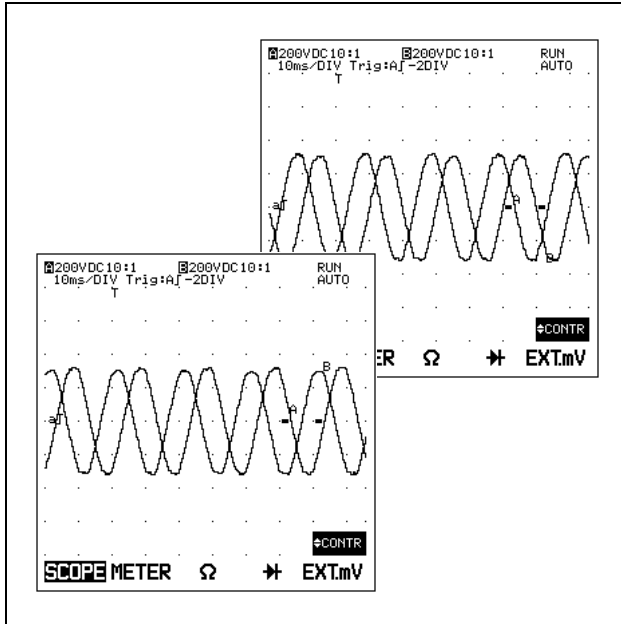

Abbildung 7-10 Phasenmessung
- ①  +  Führen Sie eine Rückstellung durch; der Skalierungsfaktor des Tastkopfs beträgt 10:1.
- ②  Stellen Sie das ScopeMeter auf den Oszilloskop-Betrieb ein.
- ③  Wählen Sie die kontinuierliche Auto-Set-Funktion.
- ④ Schalten Sie den Trennschalter ein.
- ⑤ Messen Sie Anschluß 1 und Anschluß 2 (siehe Abbildung 7-10).
Im oberen Anzeigebereich der Abbildung 7-10 folgt die Phase 2 (INPUT A) der Phase 1 (INPUT B). Im unteren Anzeigebereich folgt die Phase 3 der Phase 1.